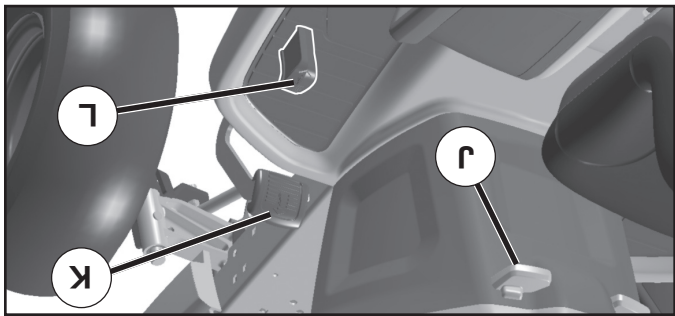

Fig. 7
COMMENT UTILISER LE RÉGULATEUR DE VITESSE (J) (Voir la Fig. 7)
POUR AVANCER ET POUR RECULER (Voir la Fig. 7)